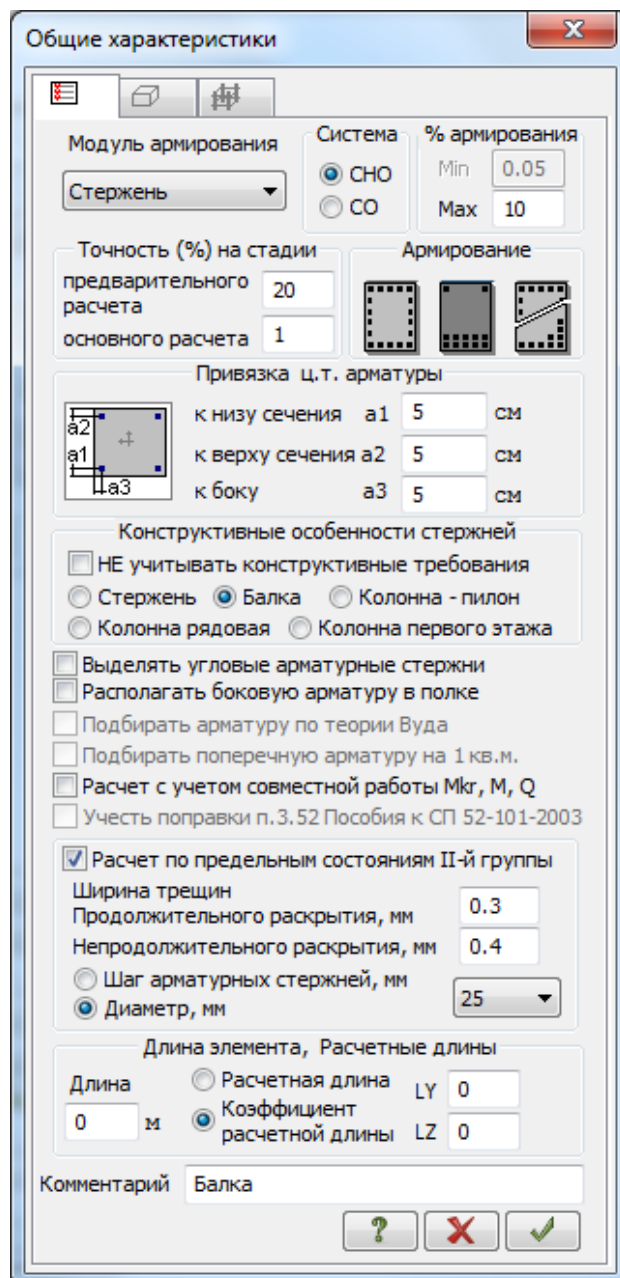

Рис.18.3. Диалоговое окно **Общие характеристики. Балка**
- На экран выводится диалоговое окно **Общие характеристики** (рис.18.3), в котором задайте следующие параметры для балок: